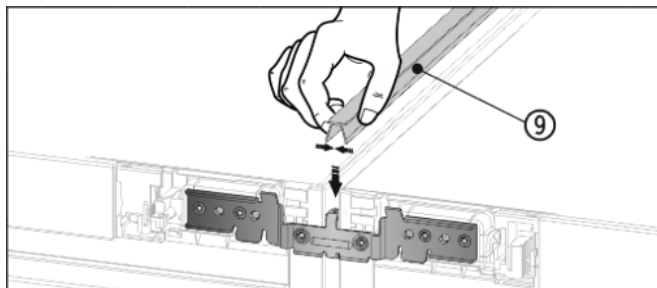

Fig. 13
- ▶ På översidan, tryck in den korta täcklisten Fig. 13 (9) i den horisontella spalten